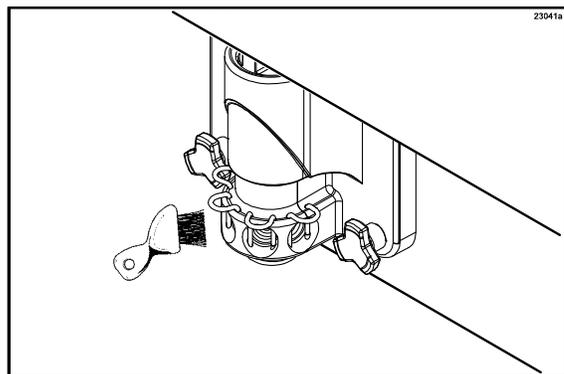

图 56
11. 用糖浆口刷子刷洗每个糖浆出口 10 到 15 次，在刷洗每个糖浆口之前将刷子放到清洗液中涮洗。（见图 56。）